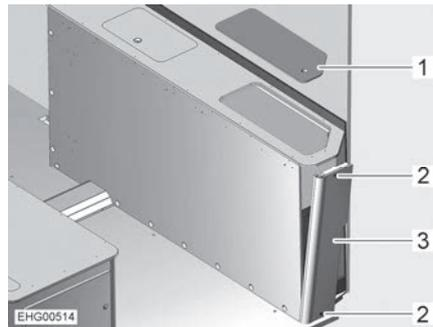

Fig. 123 Armazón de la cama a la derecha
- Retirar la tapa de servicio (Fig. 123,1).
- Desenroscar los 2 tornillos (Fig. 123,2).
- Meter la mano en el armazón de la cama desde arriba y empujar la pared lateral (Fig. 123,3) ligeramente hacia fuera.